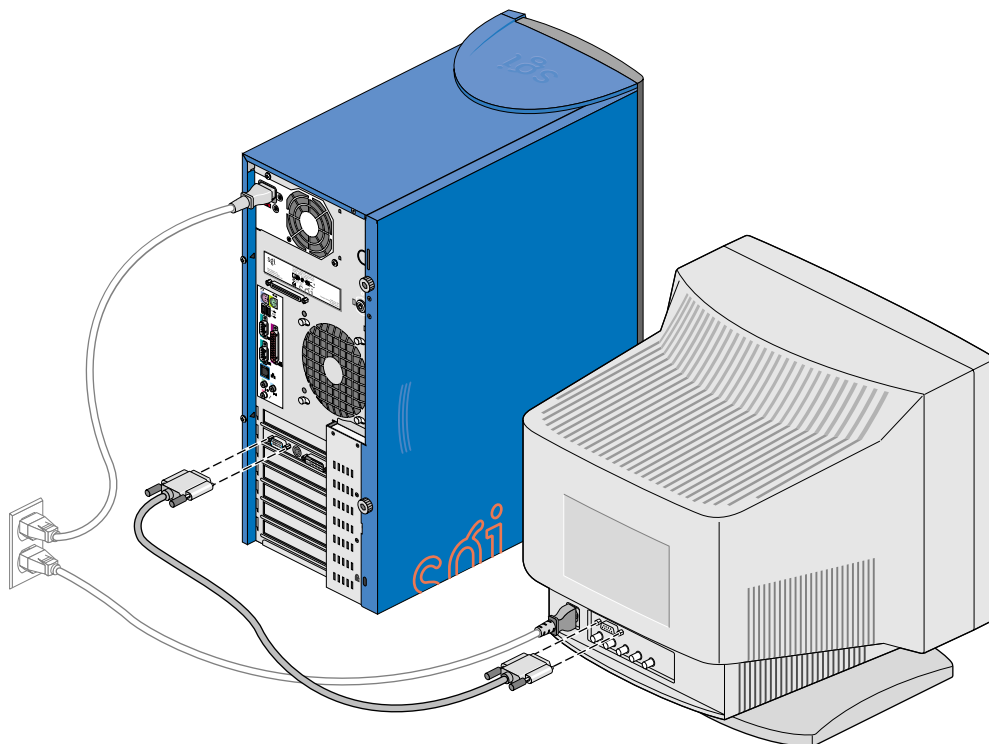

Figure 1-8 Branchement du câble vidéo DB15 HD
4. Brancher le câble vidéo DB15 HD au système comme le montre la Figure 1-8.
5. Brancher le moniteur au secteur comme le montre la Figure 1-8.